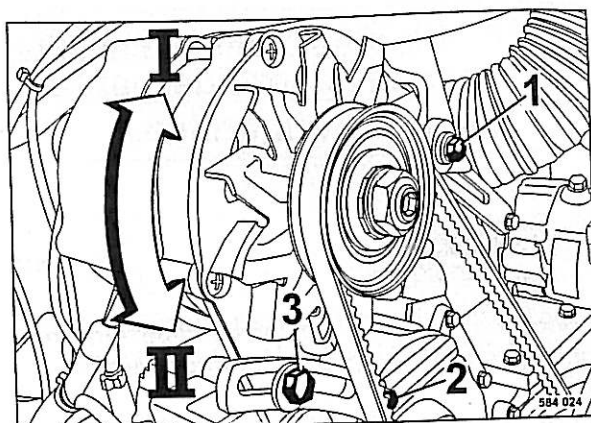

Fig. 95
- Soltar los tornillos de fijación 1, 2 y 3 (Fig. 95).